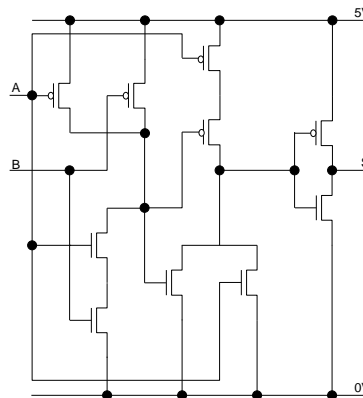

Figure 9: Schéma en Technologie CMOS
1. Soit le schéma en technologie CMOS de la Figure 9 qui comprend 2 entrées  $A$  et  $B$  et une sortie  $S$ . Déterminer la fonction logique  $S$  de ce circuit